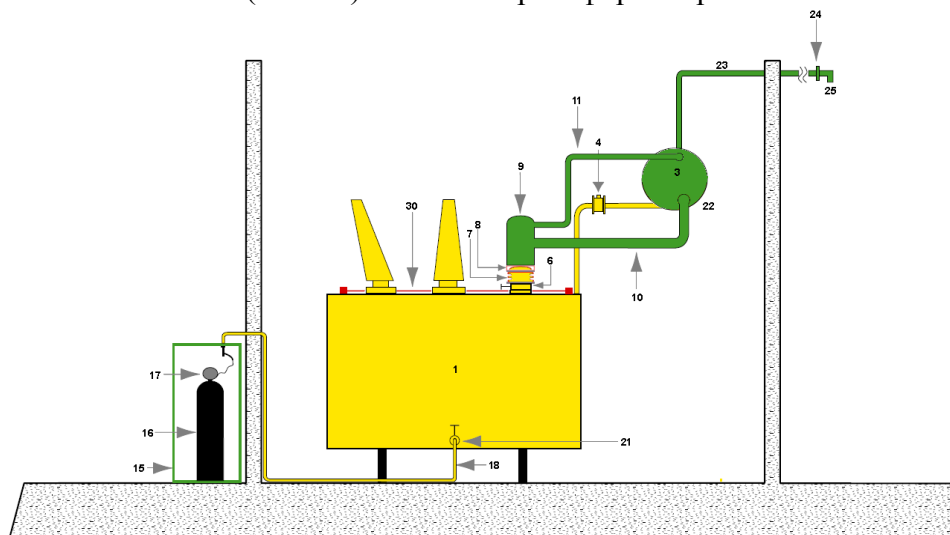

Рис.1. Система TRANSFORMER PROTECTOR, тип TP
Примеры применения моделей системы TP приведены ниже, см. Рис. 1, 2, 3 и 4. Модели TP, ТРА, ТРВ и ТРАВ используются на трансформаторах, установленных в помещениях и вне помещений. При срабатывании взрывоопасное масло и газы отводятся в бак отделения масла и газов (БОМГ), где они разделяются. Взрывоопасные газы отводятся в удаленную зону, где они выводятся без опасности возможного вывода из строя оборудования электростанции.
- **Тип ТР**, **рис. 1**, предназначается для трансформаторов от 0,1 МВА до 1000 МВА и выше, устанавливаемых внутри помещений или вне помещений. В данном типе, в случае короткого замыкания внутри трансформатора, депрессюризацию обеспечивает модуль депрессюризации трансформатора (поз. 6-9). Выбрасываемая смесь масла и газов направляется в бак отделения масла и газов (поз. 22). Газы вытесняются через трубу для отвода взрывоопасных газов (поз. 23) за пределы здания или в отдаленное место, где они могут сгорать, не представляя опасности. Клапан отсечки воздуха (поз. 24) установлен на конце трубы для отвода взрывоопасных газов (поз. 23), чтобы не допустить проникновение воздуха в бак отделения масла и газов (поз. 22) или в бак трансформатора.
Система ТР состоит из нескольких модулей, каждый из которых выполняет свою функцию, см. рис. 1, 2, 3 и 4.